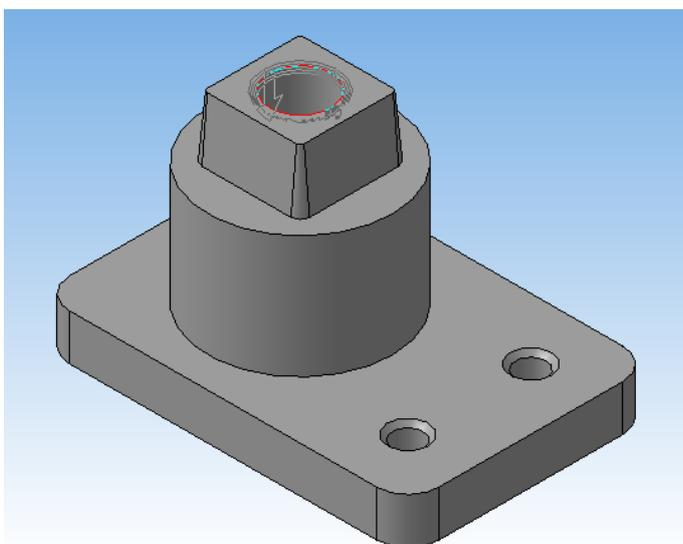

Рисунок 58.
20. Выполните фаску, указав длину **2** мм и угол **45** градусов (рисунок 58).